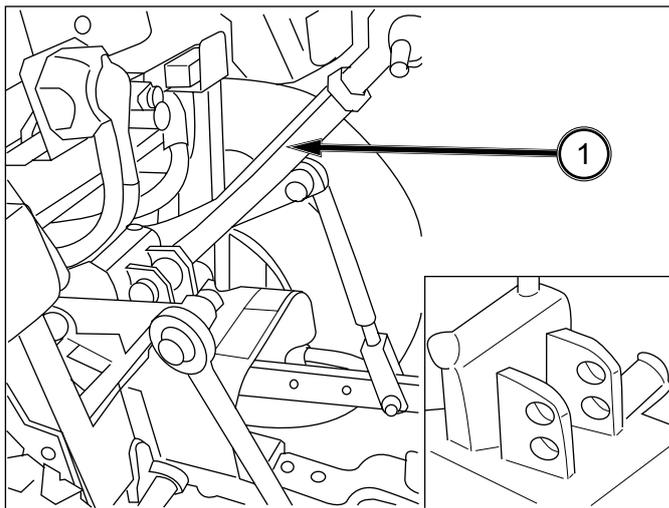

FIG. 5-31
FIG. 5-31: Les bras autorisent deux positions pour attacher le bras supérieur (1) au tracteur. Pour la plupart des équipements, la fixation du bras supérieur (1) dans le trou supérieur A est satisfaisant, mais il est possible de relever l'équipement pour le transport.